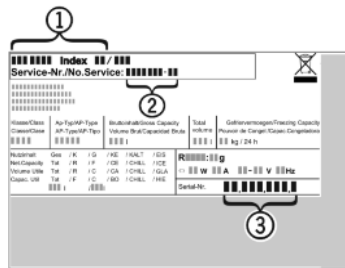

Fig. 8
- Z typového štítku odčítajte označenie zariadenia Fig. 8 (1), servisné č. Fig. 8 (2) a sériové č. Fig. 8 (3). Typový štítok je na ľavej vnútornej strane zariadenia.
- Upovedomte zákaznický servis a oznámte chybu, označenie zariadenia Fig. 8 (1), servisné č. Fig. 8 (2) a sériové č. Fig. 8 (3).